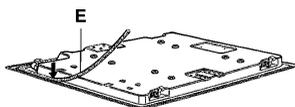

FIG. 11
- Rovesciare il piano e posizionare correttamente la guarnizione "E" (fig. 11) sotto il bordo del piano, in modo che il lato esterno della guarnizione stessa combaci perfettamente con il bordo perimetrale esterno del piano. Le estremità delle strisce devono combaciare senza sormontarsi.